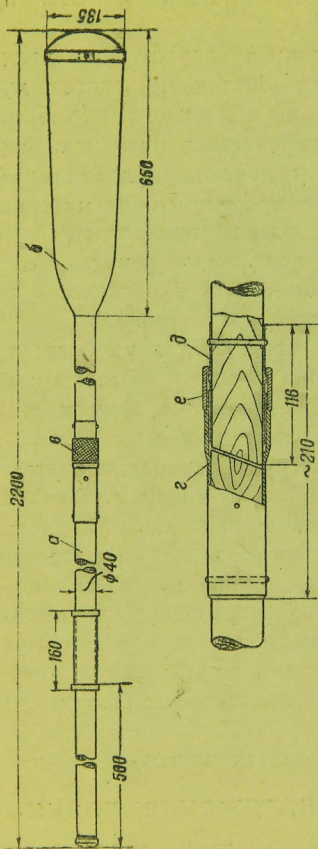

Рис. 6. Весло:
12. Весло (рис. 6) для удобства транспортировки на выюке сделано составным: рукоятка *а* и лопасть *б* соединяются замком *в*. Замок состоит из двух металлических трубок *г* и *д*, закрепленных наглухо на соединяемых концах рукоятки и лопасти, и гайки *е*. При собранном весле гайка *е* одним концом упирается в кольцо трубки лопасти, а другим наворачивается на нарезной конец трубки рукоятки доотказа.